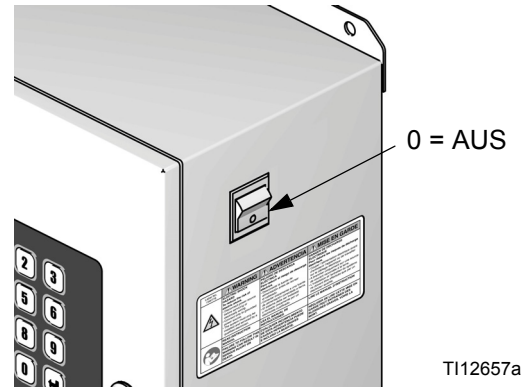

ABB. 24: Ausschalten
- Schalten Sie die Stromversorgung des ProMix 2KS ab (Position 0). ABB. 24. Stromzufuhr auch am Hauptschalter ausschalten.